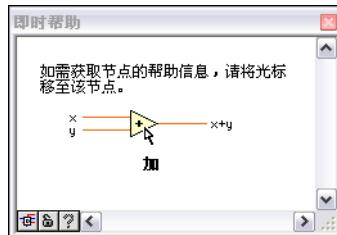

图 2-2 即时帮助窗口
- 从前面板窗口或程序框图窗口中选择帮助 » 显示即时帮助，显示**即时帮助**窗口，如图 2-2 所示。也可单击前面板或程序框图工具栏的**显示即时帮助窗口**按钮，如左图所示，从而显示**即时帮助**窗口。